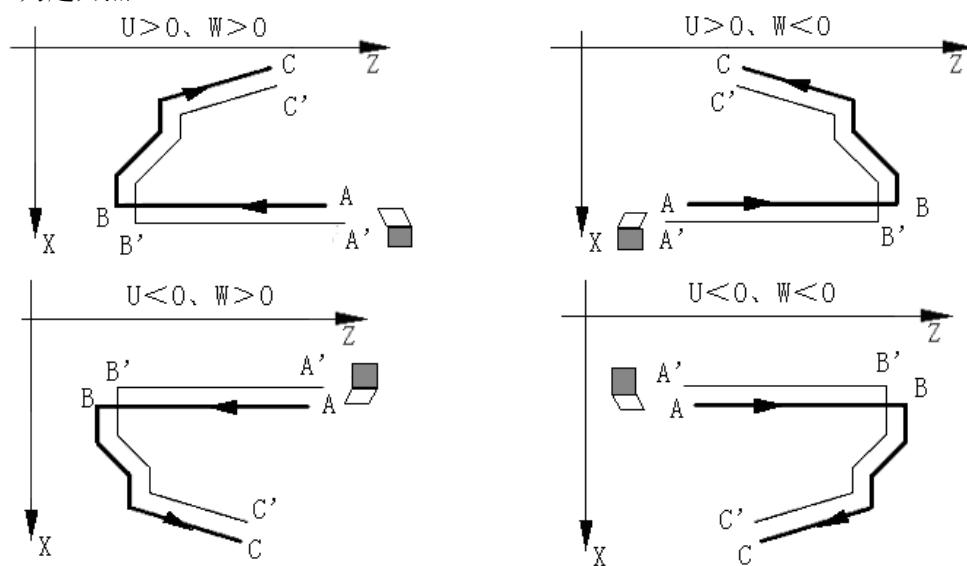

图 4-16-13
2) 留粗车余量时坐标偏移方向：指令①的 U、W 反应了精车时坐标偏移和切入方向，按 U、W 的符号有四种不同组合，见图 4-16-13，图中：B→C 为精车轨迹，B'→C' 为粗车轮廓，A 为起刀点。